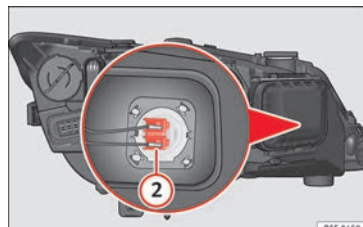

Fig. 109 Lampadina per anabbaglianti.
- Premere lateralmente il connettore » **fig. 109** ② verso sinistra o destra e tirare.